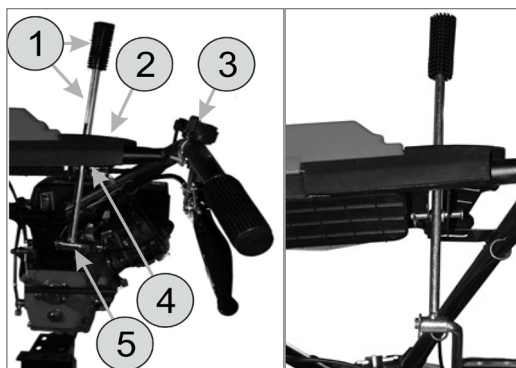

Рис. 10 Рычаг включения передач.
14. Соединить тягу включения передач с рычагом переключения передач на КПП, зафиксировать шплинтом из комплекта (Рис.10)